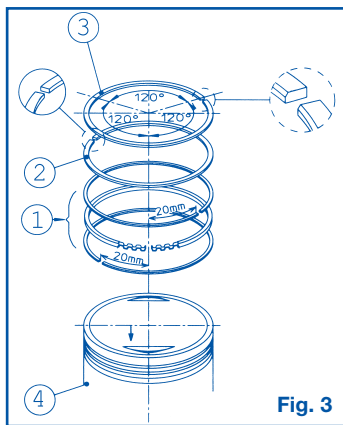

Fig. 3
- Introduire l'expandeur du segment raqueur d'huile dans la gorge spéciale sur le piston, monter l'élément inférieur puis l'élément supérieur en complétant le montage du raqueur d'huile (Fig. 3 - Dét. 1).
- Monter le deuxième segment avec l'inscription N tournée vers la partie supérieure du piston comme indiqué Fig. 3 - Dét. 2.
- Monter le premier segment chromé de compression avec l'inscription N tournée vers la partie supérieure du piston comme indiqué Fig. 3 - Dét. 3.
Mettre en place les segments comme indiqué Fig. 3.
- Vérifier à nouveau que les segments sont bien positionnés comme indiqué Fig. 3.